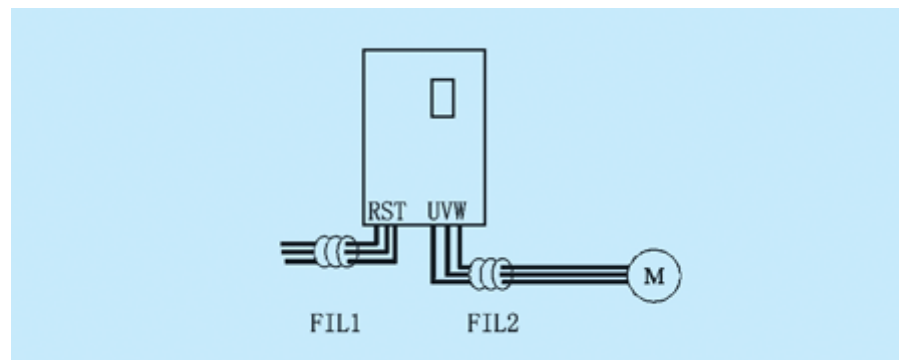

图 6-1 为降低无线电干扰在输出和输入功率线上
(1) 如图 6-1 所示,在变频器的输入、输出侧加装 FIL1 和 FIL2 无线电干扰抑制电抗器。这一类电抗器属于共模抑制电抗器,或称零序电抗器,它对被穿过磁芯的几根导线上出现的瞬时相位和幅值不能抵消的干扰有抑制作用,而对被穿过磁芯的几根导线瞬时相加电磁场可完全抵消的干扰就不能抑制,也即对三相正弦波电流不起作用。就无线干扰而言,共模干扰占大多数,所以共模抑制电抗器经常对无线电干扰抑制有效。